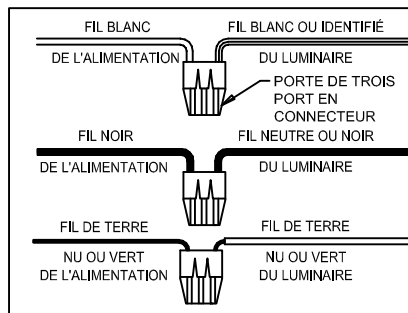

FIG.4
4.- Faites passer les fils d'alimentation au travers des connecteurs homologués UL (non fournis) dans l'un des sept orifices de sortie (7) de la boîte de raccordement (8) ou faites passer un câble NM (ROMEX) au travers de l'ouverture qui se trouve au-dessus de la plaque de retenue des fils (9). Reliez les fils (10), comme illustré sur la Fig. 4. Remettez le couvercle en place.